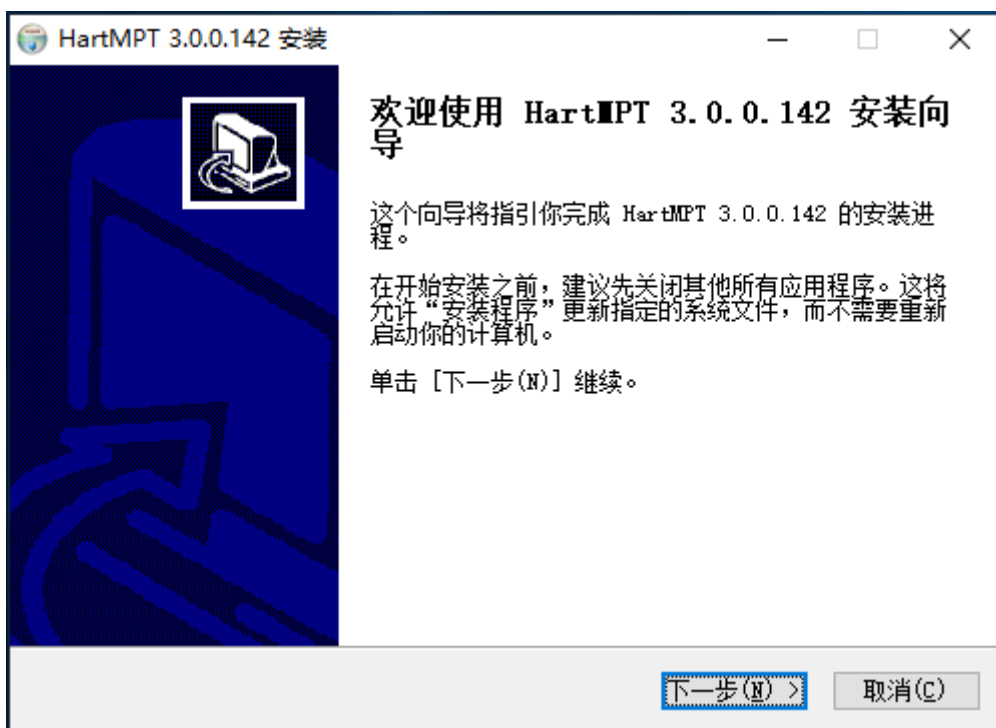

图 5.4 安装界面
2. 然后，进入安装界面，默认点击“下一步”，如图 5.4 所示：